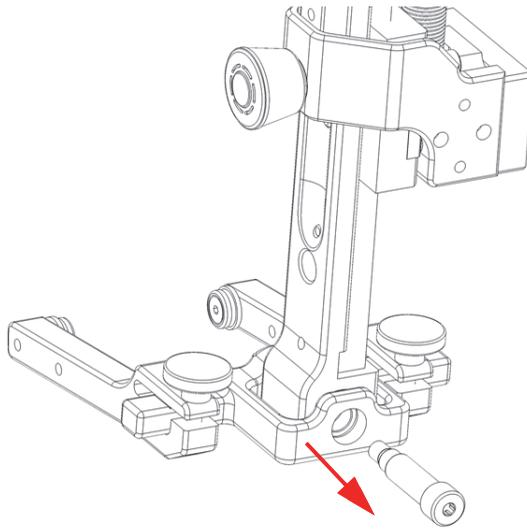

Figure 5-3 Retrait de la vis située à l'arrière de l'axe rotatif
1. À l'aide d'une clé hexagonale de 2,5 mm, dévissez et retirez la vis située à l'arrière de l'axe rotatif de la fourche (Figure 5-3 à la page 84).